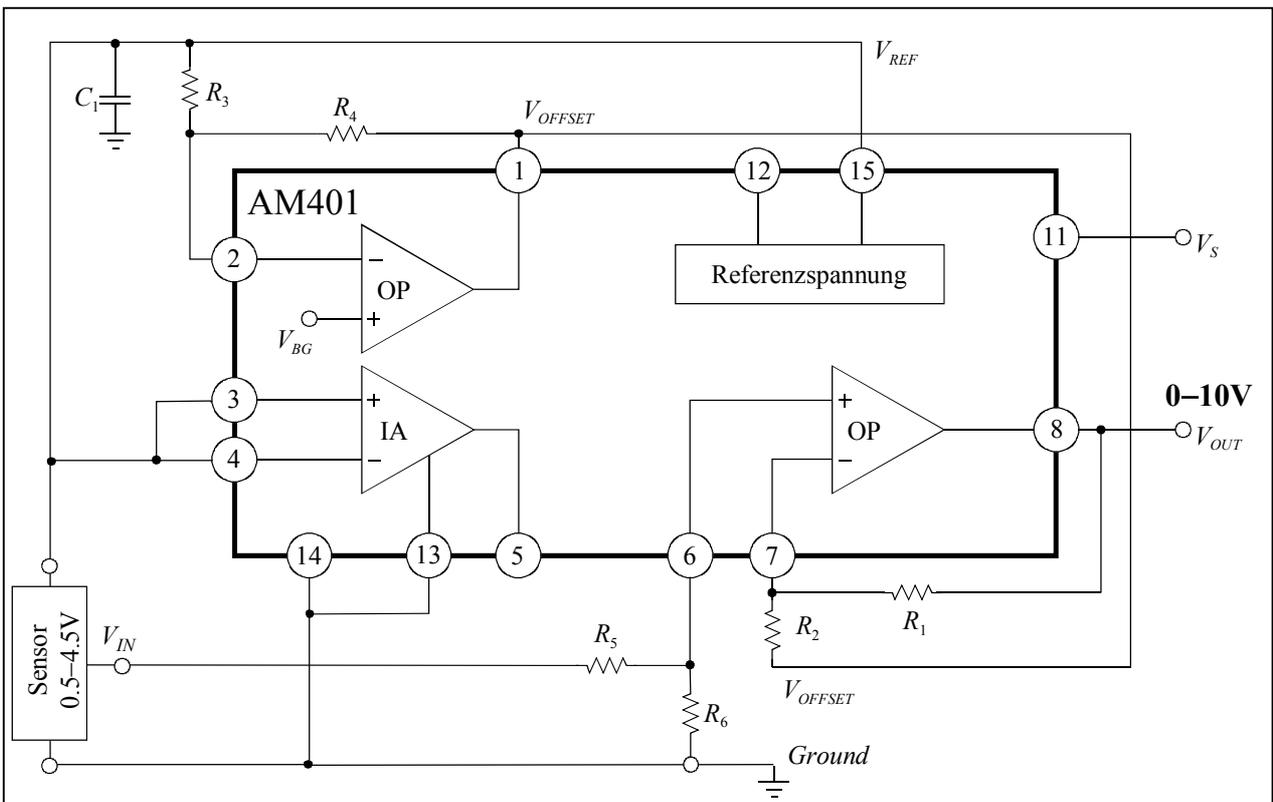

图 4：AM401 的复杂应用
**例子 3：**为了说明集成电路 AM401 的特性和多用途功能，例子 3 中将一个带有前置放大器的传感器，输出信号为 0.5 至 4.5V 的电压信号转换成工业标准的电压输出信号（图 4）。